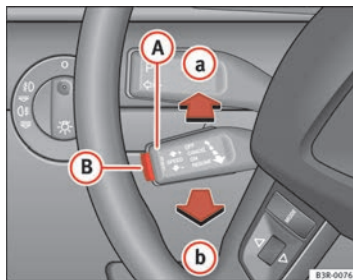

Abb. 152 Bedienungselemente der Geschwindigkeitsregelanlage
- drücken Sie den Hebel **(A)** ⇒ Abb. 152 bis auf die Position **(a)** (nicht gerastet).